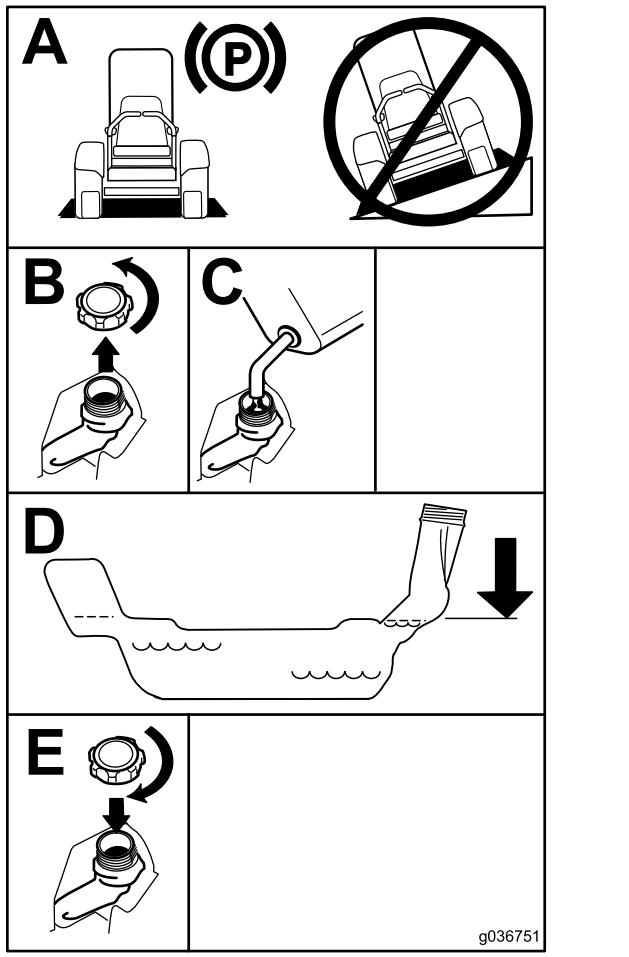

Figura 7
5. LLene el depósito de combustible hasta la parte inferior del cuello de llenado (Figura 7). No llene completamente el depósito de combustible